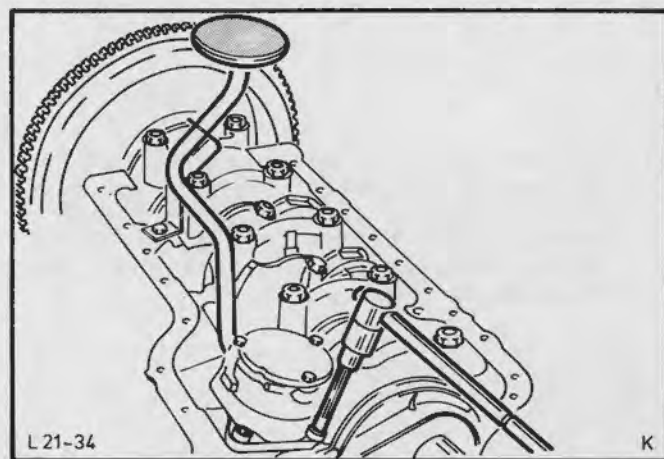

Fig.39. Afmonter olie-pumpen med specialværktøj 21-012
23. Skru olie-pumpen af (3 bolte) med specialværktøj 21-012, Fig.39. Træk olie-pumpens drivaksel ud.